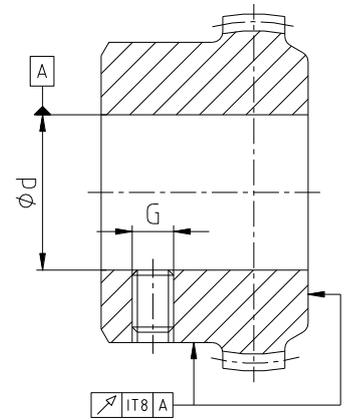

Figura 9: Exactitud de concentricidad y excentricidad
- Los agujeros del mangón (material de acero) mecanizados por el cliente deben tener en cuenta la concentricidad o la excentricidad axial, respectivamente (véase figura 9).